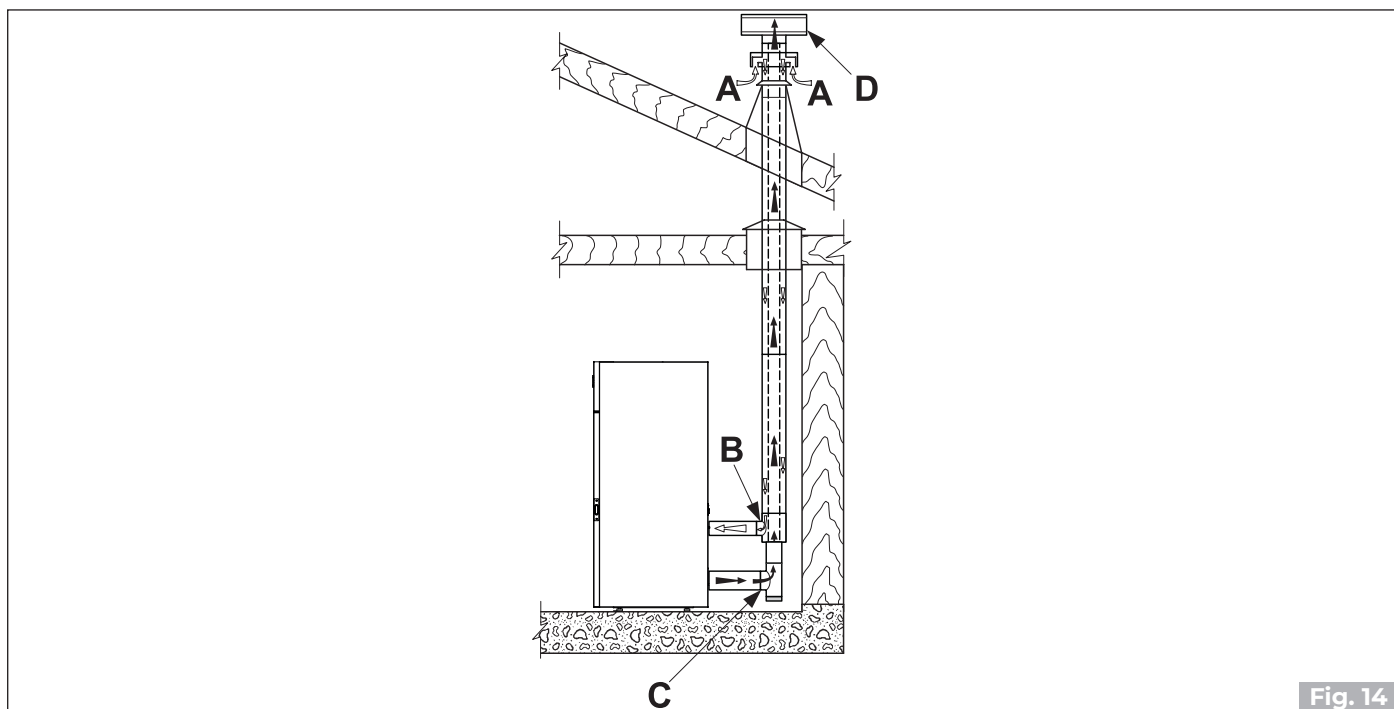

Fig. 14
- provenir directamente desde el exterior con conexión directa a la cámara de combustión (**Fig. 14**);
- canalizar el aire comburente mediante un tubo de descarga coaxial para la expulsión de los humos y la extracción de aire (**Fig. 14 - A, B = Entrada de aire, C, D = Salida humos**); por lo tanto, no es necesario hacer una toma de aire clásica en el local.